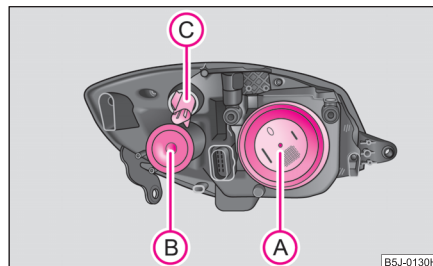

Abb. 174 Scheinwerfer vorn: Einbaulage der Glühlampen
Positionen der Glühlampen im Scheinwerfer vorn ⇒ Abb. 174.
- Nehmen Sie die Schutzkappe ab (A) ⇒ Seite 212, Abb. 174.
- Drehen Sie die Lampenfassung (C) nach links ⇒ Seite 212, Abb. 174 und nehmen Sie die Lampenfassung mit der Glühlampe heraus.
- Nehmen Sie die Schutzkappe ab (B) ⇒ Seite 212, Abb. 174.